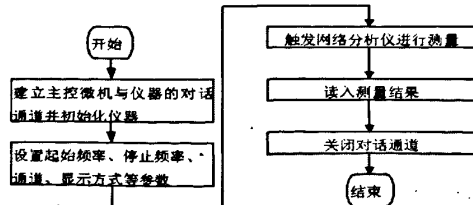

图3 程序流程图
进行程控测量。编程中,采用Lab Windows/CVI调用VISA库函数的方法。程序流程图如图3所示。
(3) 图8与图9都是恒功率曲线, 因为它们曲线上每一点的功率都是接近的。而电力机车三段半控桥式整流所提供的电源功率图3, 其特性曲线就截然不同。